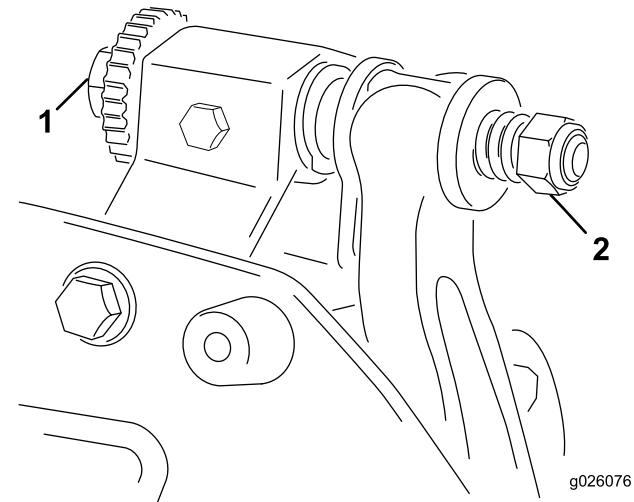

图4
- 翻转滚刀组，露出底刀和滚刀。 **确保底刀架调节螺丝的螺母或后端不接触工作表面（图4）。**